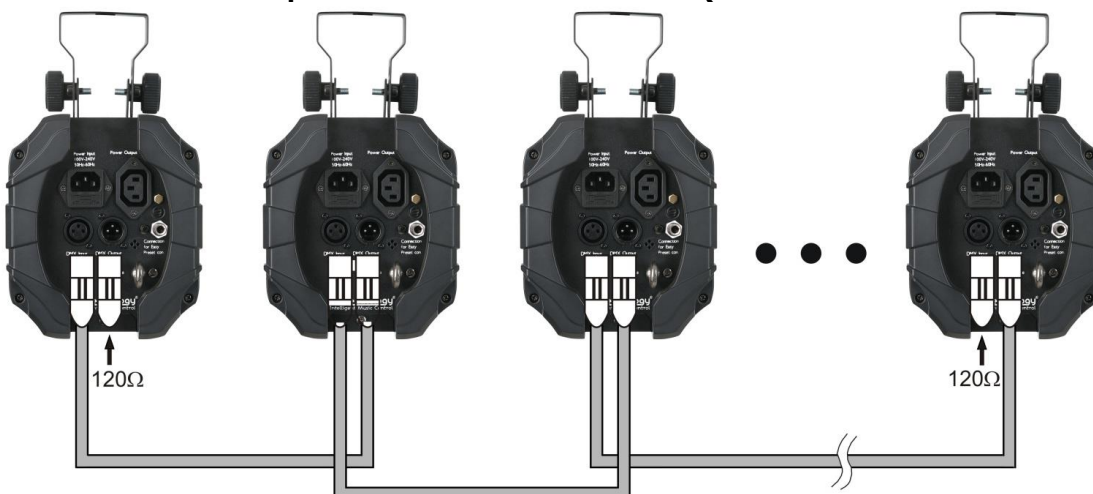

Fig. 3
3. Interconecte las unidades como se muestra en la Fig. 3. Para ello conecte un cable de señal DMX que vaya desde el conector de salida (OUTPUT) DMX de la primera unidad hasta el conector de entrada (INPUT) de la segunda unidad. Repita este proceso para interconectar las unidades segunda, tercera y cuarta. Puede utilizar las mismas funciones en el dispositivo maestro como se describe en la página 13 (programas incorporados o activación por sonido). Esto significa que puede establecer el modo de funcionamiento deseado en el dispositivo maestro y todos los dispositivos esclavos reaccionarán de la misma forma que el dispositivo maestro.